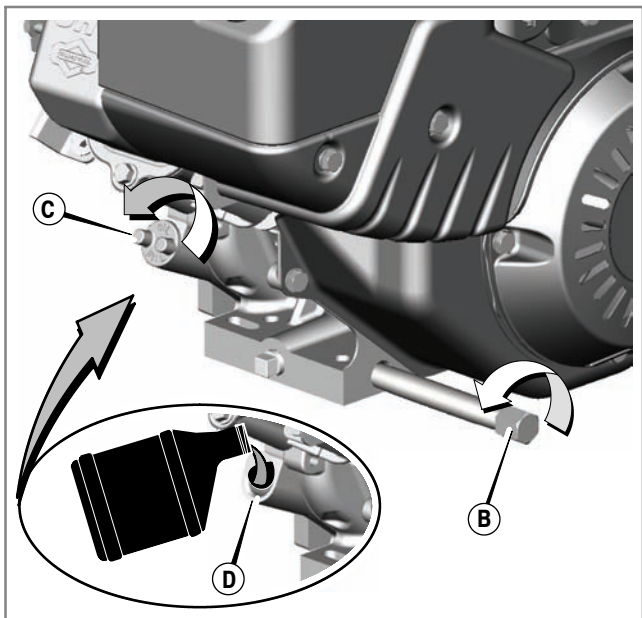

Figura 18
2. Togliere il tappo di scarico dell'olio (B, Figura 18). Raccogliere l'olio in un contenitore adatto per lubrificanti.
1. Togliere il tappo di rifornimento dell'olio (B, Figura 18).
2. Versare lentamente l'olio nel motore (D). Riempire fino al livello massimo.